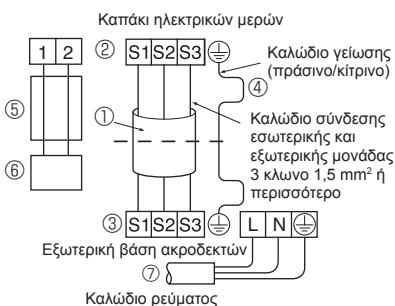

Fig. 7-4
- Εκτελέστε την καλωδίωση, όπως φαίνεται στο διάγραμμα κάτω αριστερά. (Προμηθευτέ το καλώδιο επί τόπου) (Fig. 7-4)
- ① Καλώδιο σύνδεσης